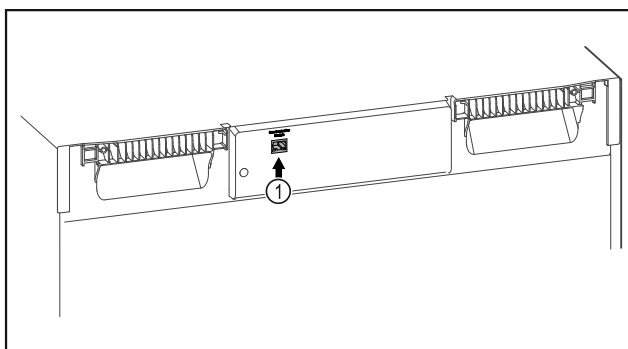

Fig. 142
- ❑ Je používán SmartModule Fig. 142 (1).